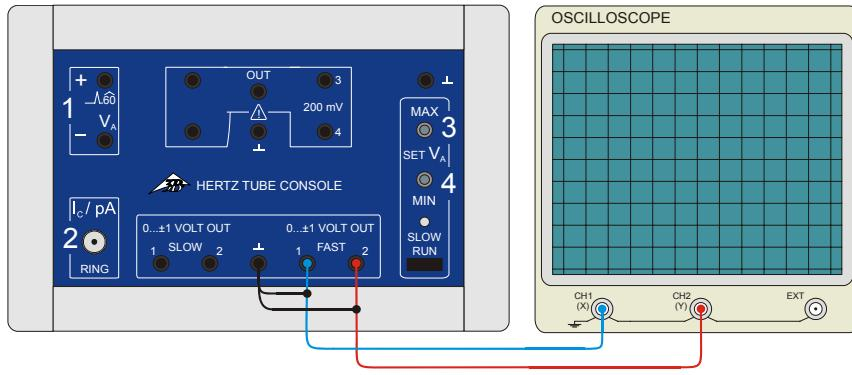

Fig. 4 Anschluss eines Oszilloskops an das Steuergerät für Kritische-Potenziale-Röhren
- Ausgang Fast1 der Steuereinheit an Channel 1 (X-Ablenkung) und Ausgang Fast 2 an Channel 2 (Y-Ablenkung) des Oszilloskops anschließen. (siehe Fig. 4)